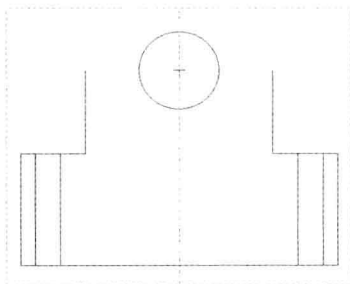

图 2-66 图形文件
Step 01 按【Ctrl+O】组合键,打开图形文件,如图2-66所示。